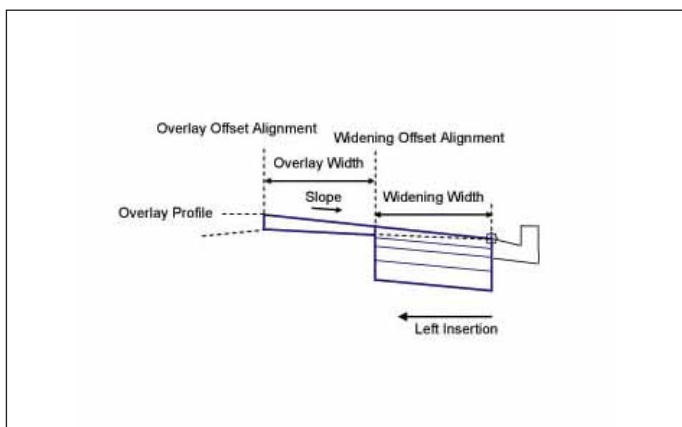

Рис. 28
- *OverlayWidenFromCurb* — узел покрывает одну сторону существующей дороги и добавляет к кромке одну или более полос движения до бордюра, обеспечивая соответствие с существующими уклонами полосы (рис. 28);